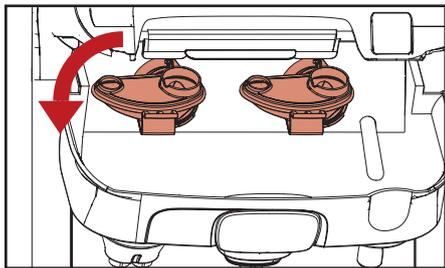

图 5.10 - 移开混合器
- b. 逆时针旋转混合器并松开，拉动，取出（图.5.10）。